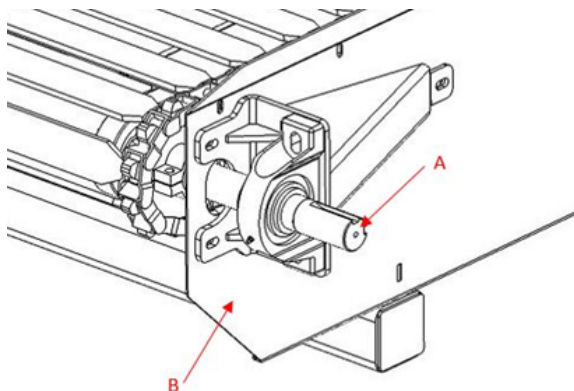

Рисунок 7-11a: Шафт этажа
Важно иметь надлежащее выравнивание вала пола для идеальной производительности коробки передач, которая установлена на валу. Ссылаясь на рисунок 7-11a, должно быть расстояние 10,25 "между концом вала (A) и внешней стеной пола (B).